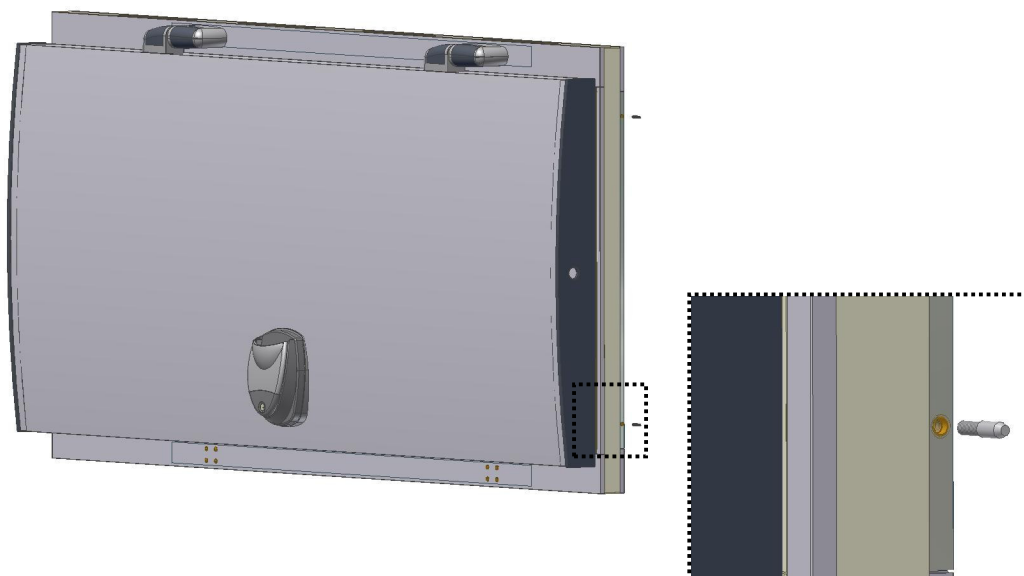

Fig. 4
- Se deben colocar los pernos sobre el panel del cerco de puerta, antes de que este esté montado (Fig. 4).